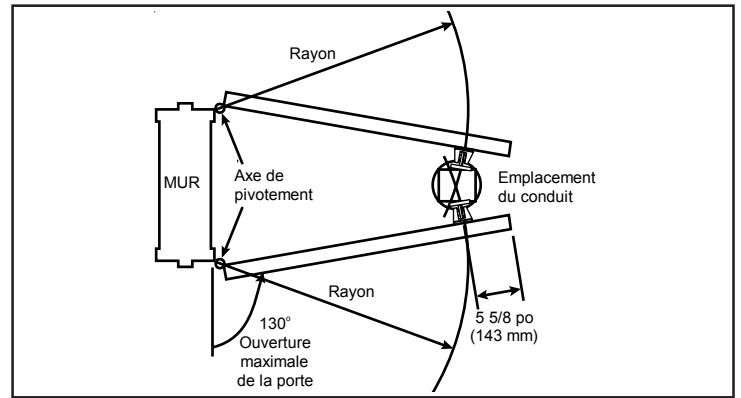

Figure 2. Emplacement du conduit (deux portes)
- Deux portes (Fig. 2).** En utilisant le rayon calculé à l'étape 1, tracez un arc de cercle (dont le centre est l'axe de pivotement de chaque porte) se prolongeant au-delà de l'ouverture prévue de la porte. Placez le conduit à l'intersection de ces deux arcs de cercle.